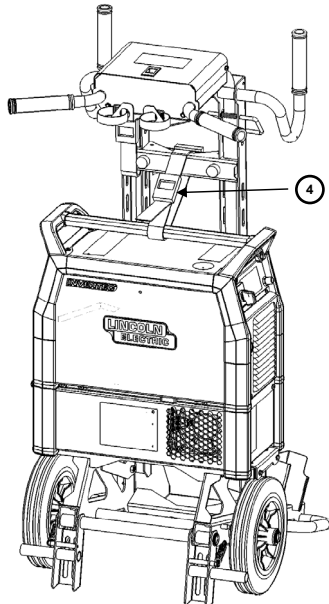

Bild 5
4. Använd remmen runt handtaget och vagnen för att slutföra installationen. (Bild 5)